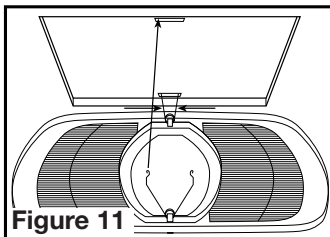

Figure 11
- Install the grill by squeezing the two ends of the springs together and installing them up into the slots on the fan's housing. Push the grill up into position (**Figure 11**).
- Changing the Lamp:** Disconnect power to the unit. Remove grill by pulling downward on grill and squeezing grill springs together to release from housing (**Figure 11**).
- Installer la grille en pressant ensemble les deux extrémités des ressorts et en les installant dans les fentes du châssis du ventilateur. Pousser la grille en position (**Figure 11**).
- Remplacement de l'ampoule :** débrancher l'alimentation de l'unité. Enlever la grille en la tirant vers le bas et en pressant ensemble les ressorts de la grille pour dégager le bâti (**Figure 11**).